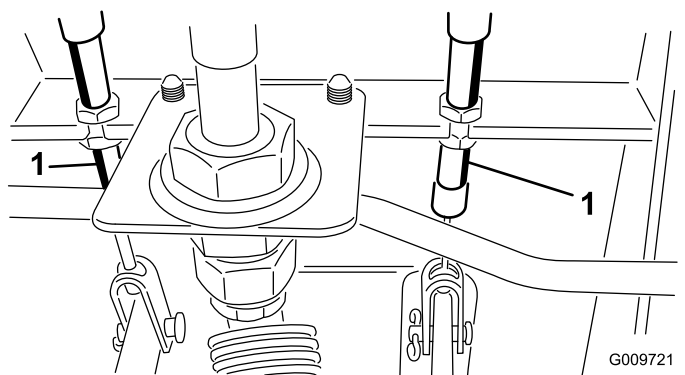

Figura 77
- A. Allentate il dado anteriore sull'estremità filettata del cavo del freno (Figura 77).